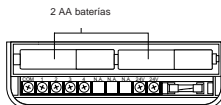

Ilustración 4
1. Instale 2 pilas alcalinas AA (1,5 voltios) en el compartimiento de la caja del programador, como se indica en la ilustración 4.